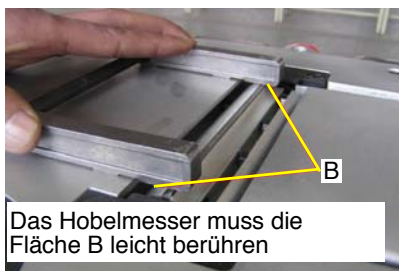

Abb. 33: Einstellen der Hobelmesser auf Fläche B
Schritt 11: Hobelwelle drehen und das Messer auf die Höhe der Fläche B einstellen (Abb.33).